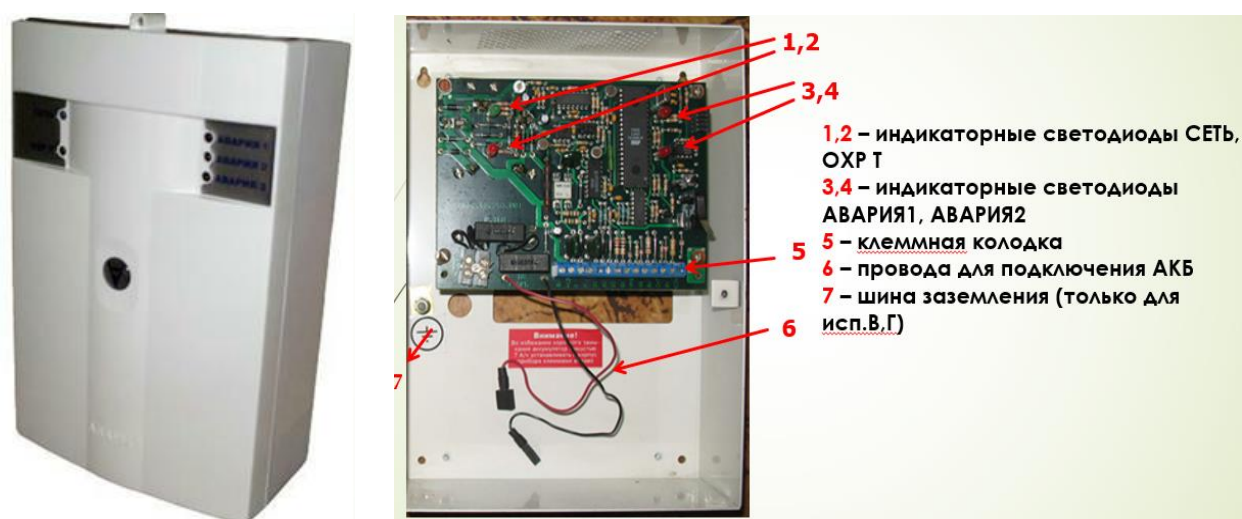

Рисунок 2. Внешний вид и вид ПКП «Аларм-3» со снятой крышкой
2. Прибор приемно-контрольный «Аларм-3» имеет пластмассовый корпус с открывающейся передней крышкой (Рис.2). В корпусе расположен понижающий трансформатор, в правом нижнем углу под защитным кожухом, там же находится колодка подключения к сети 220В. В нижнем левом углу располагается батарея резервного питания, емкость батареи до 7А*ч. Плата управления имеет контакты для подключения шлейфов сигнализации и одного светозвукового устройства. На плате расположены: микросхема памяти, светодиоды для индикации состояния шлейфов и системы, тампер прибора, зуммер, разъем для подключения пульта программирования, предохранители.